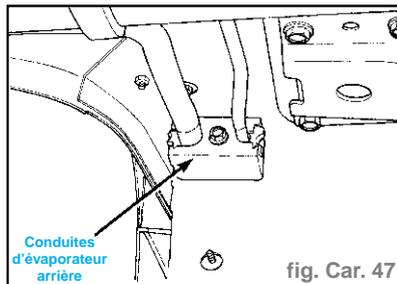

fig. Car. 47
- Déposer les conduites de climatisation au flasque inférieur du plancher (fig. Car. 47).